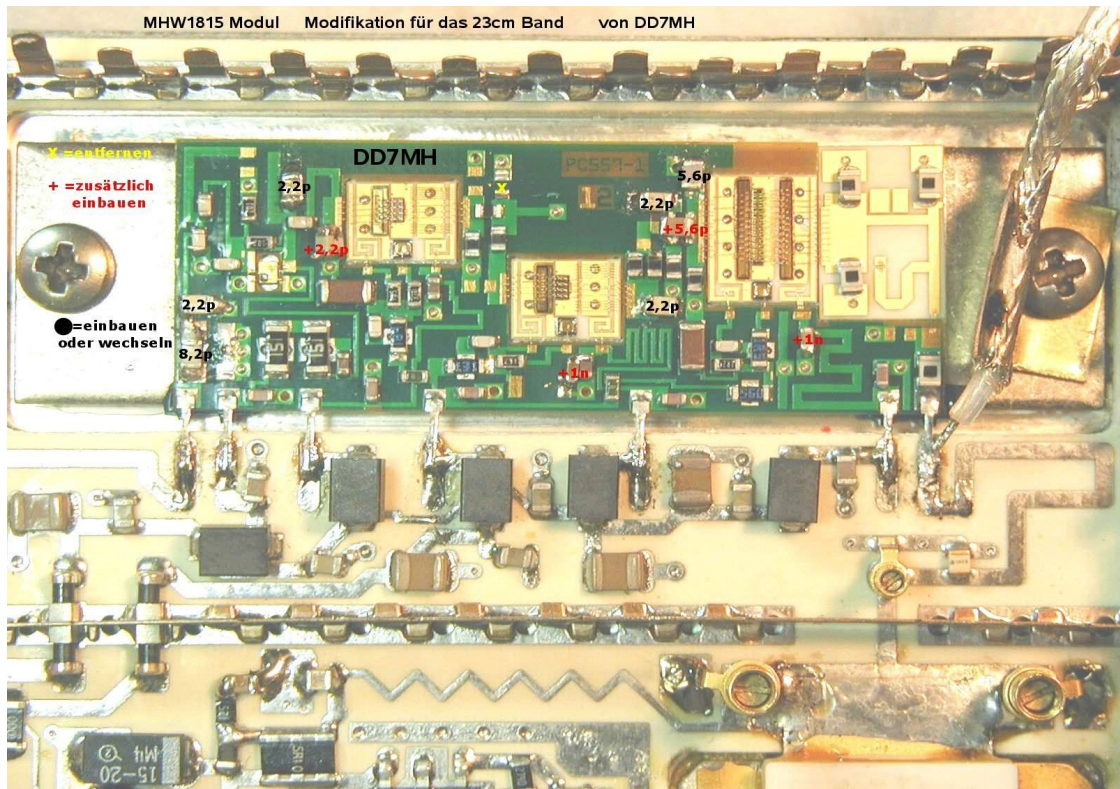

Bild 8 Von DD7MH modifiziertes MHW1815Modul
11. Wie bereits bei Punkt 6 erwähnt, läßt sich auch das MHW1815 Modul für das 23cm Band modifizieren. Zu diesem Umbau werden die Informationen von IK8UIF (www.ik8uif.it) oder F1RHR verwendet. Ist diese Umrüstung geglückt, wird das blaue Modul mit Wärmeleitpaste wieder eingebaut. Um die Funktion des MHW1815 Moduls zu testen, kann der RF-out Pin des Moduls provisorisch ausgekoppelt werden, siehe Bild 8. Bei Erfolg werden bei etwa 18mW input 20W erreicht. Die prov. Leitung wird entfernt, der RF out Pin wird auf der Leiterbahn Angelötet und der Deckel des MHW1815 Moduls wird wieder aufgeklebt. Vorsicht! Zur Vollaussteuerung der PA mit dem MHW1815 Modul reicht bereits eine Ansteuerleistung von 6mW!